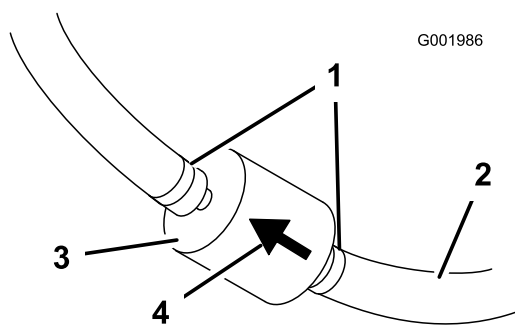

Figure 53
5. Pincez les extrémités des colliers et faites-les glisser pour les éloigner du filtre (Figure 53).